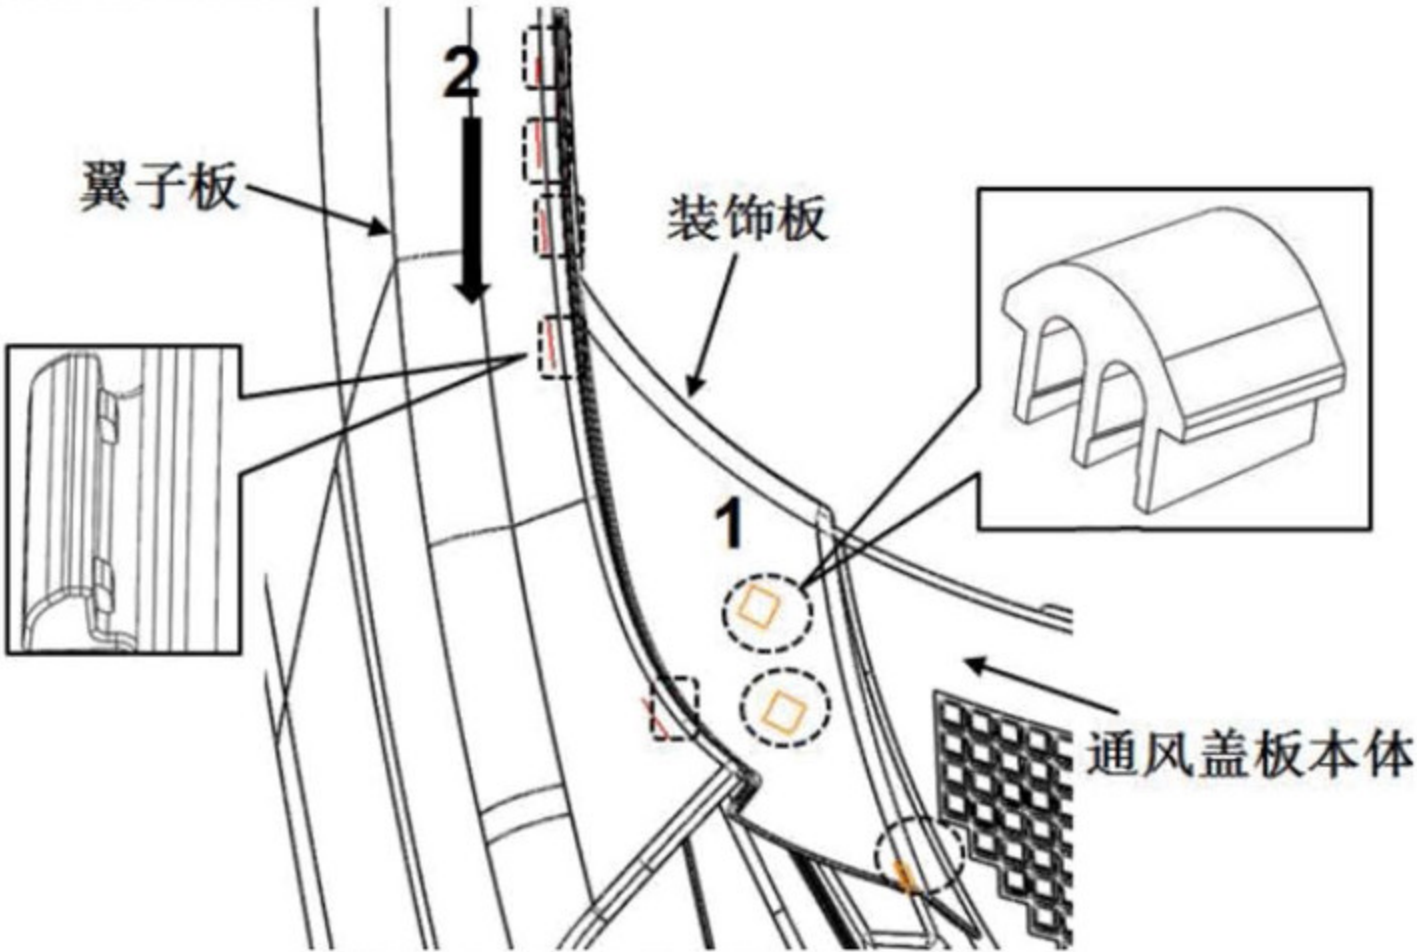

图 1.3.1 通风盖板装饰板的拆卸
- (1) 打开前舱盖，使用一字螺丝刀或双手，撬出图 1.3.1 通风盖板装饰板的拆卸中的卡脚，共 3 处
- (2) 沿着箭头方向，拉出装饰板
- (3) 通风盖板装饰板装配顺序和拆卸顺序相反；注意事项